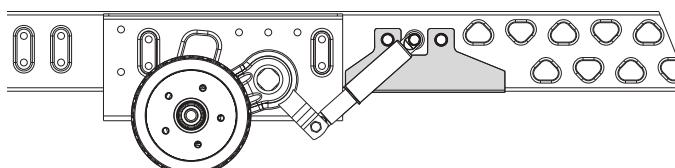

Fig. 14
- Velegnet til campingvogne på op til 1500 kg med Knaus Tabbert / Dyonic chassis AB3 med en rammetykkelse på mindre end 2,8 mm (Fig. 14).